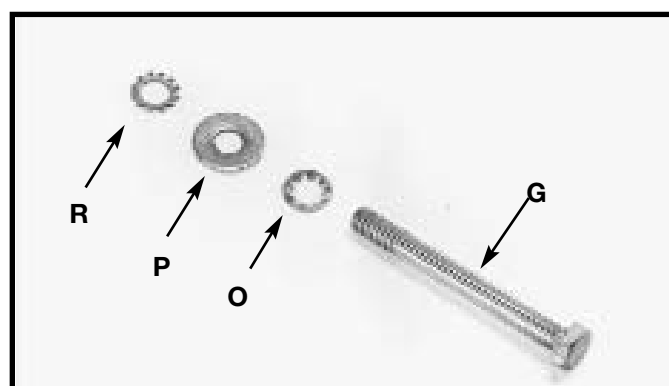

Fig. 10
- Localice el tornillo de cabeza hexagonal de 1/4-20x2fi pulg. de largo (G) Fig. 10, y ensamble la 1/4 pulg. arandela de cierre con dientes internos (O), 1/4 pulg. arandela plana (P), y 1/4 pulg. arandela con dientes externos (R) al tornillo (G).